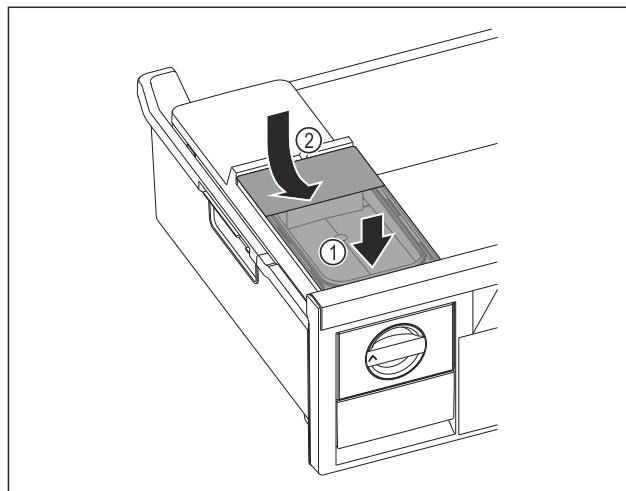

Fig. 150
- Placer le réservoir d'eau à l'avant. Fig. 150 (1)
- Abaisser le réservoir d'eau à l'arrière. Fig. 150 (2)